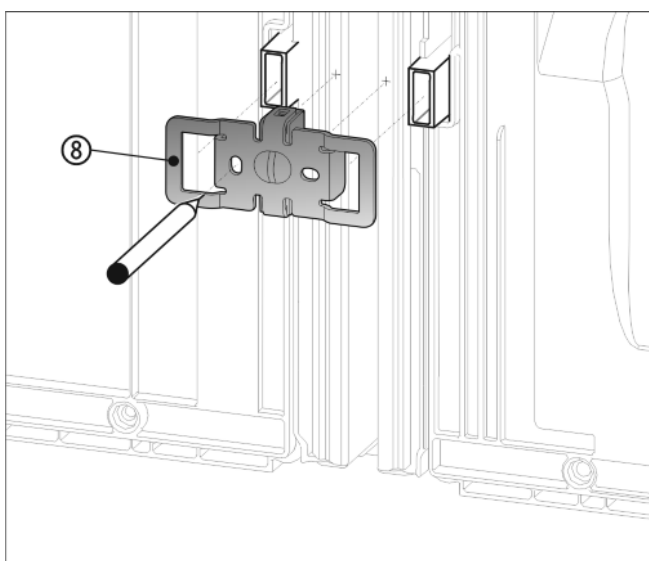

Fig. 10
- ▶ Winkel Fig. 10 (8) mit den Aussparungen über die Aufnahme für die Wandabstandshalter schieben